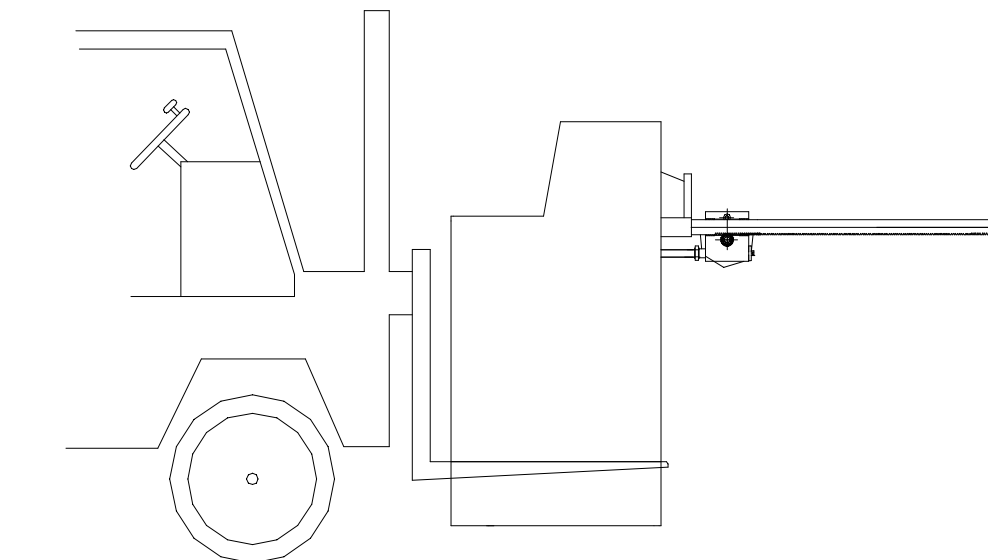

Рис. 1
1) Транспортировка: При транспортировке гильотины соблюдать равновесие! Транспортировка гильотины с помощью вилочного погрузчика показана на Рис. 1.